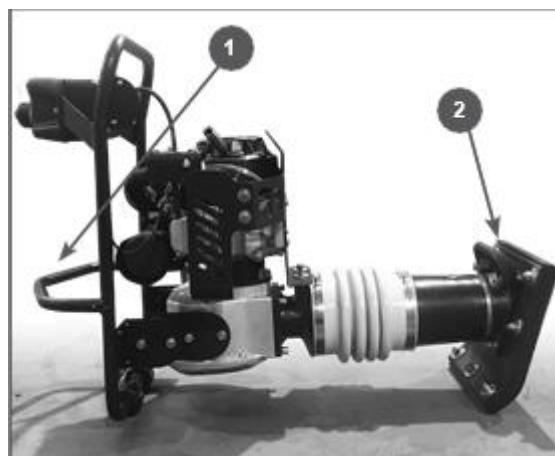

Рис.21 Транспортирование в горизонтальном положении (кроме модели TM-80)
4. Измерьте зазор между электродами свечи зажигания специальным щупом. Зазор должен быть 0,7-0,8 мм (Рис. 21). При увеличении, или уменьшении требуемого зазора, рекомендуется заменить свечу, так как регулировка зазора может привести к изменению качества искрообразования.
Если зафиксировать вибротрамбовку в вертикальном положении невозможно, закрепите устройство на транспортном средстве так, чтобы оно не перевернулось, не упало и не скатилось. Уложите вибротрамбовку так, чтобы двигатель был сверху (Рис. 21), и привяжите ее к транспортному средству за раму и рабочий цилиндр. Вибротрамбовку следует привязывать поперек рабочего цилиндра между трамбующим башмаком и смотровым отверстием для контроля уровня масла.
Перенос вибротрамбовки к новому участку работы осуществляется за транспортировочную скобу 1 и транспортировочную рукоятку 2 (Рис. 21).